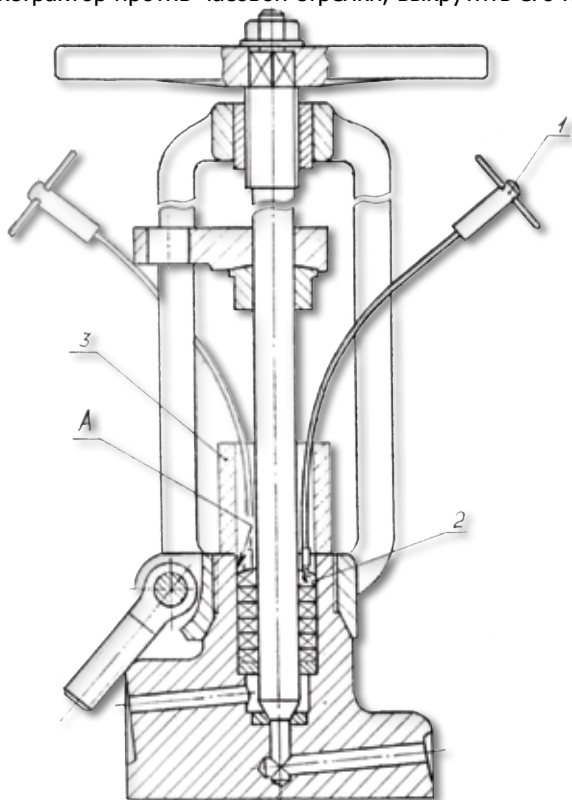

Рисунок 2
1. Обеспечить максимально возможный доступ в сальниковую камеру А (рис. 2). Для облегчения ввинчивания шнека экстрактора в уплотнение рекомендуется использовать вспомогательную разрезную втулку 3.